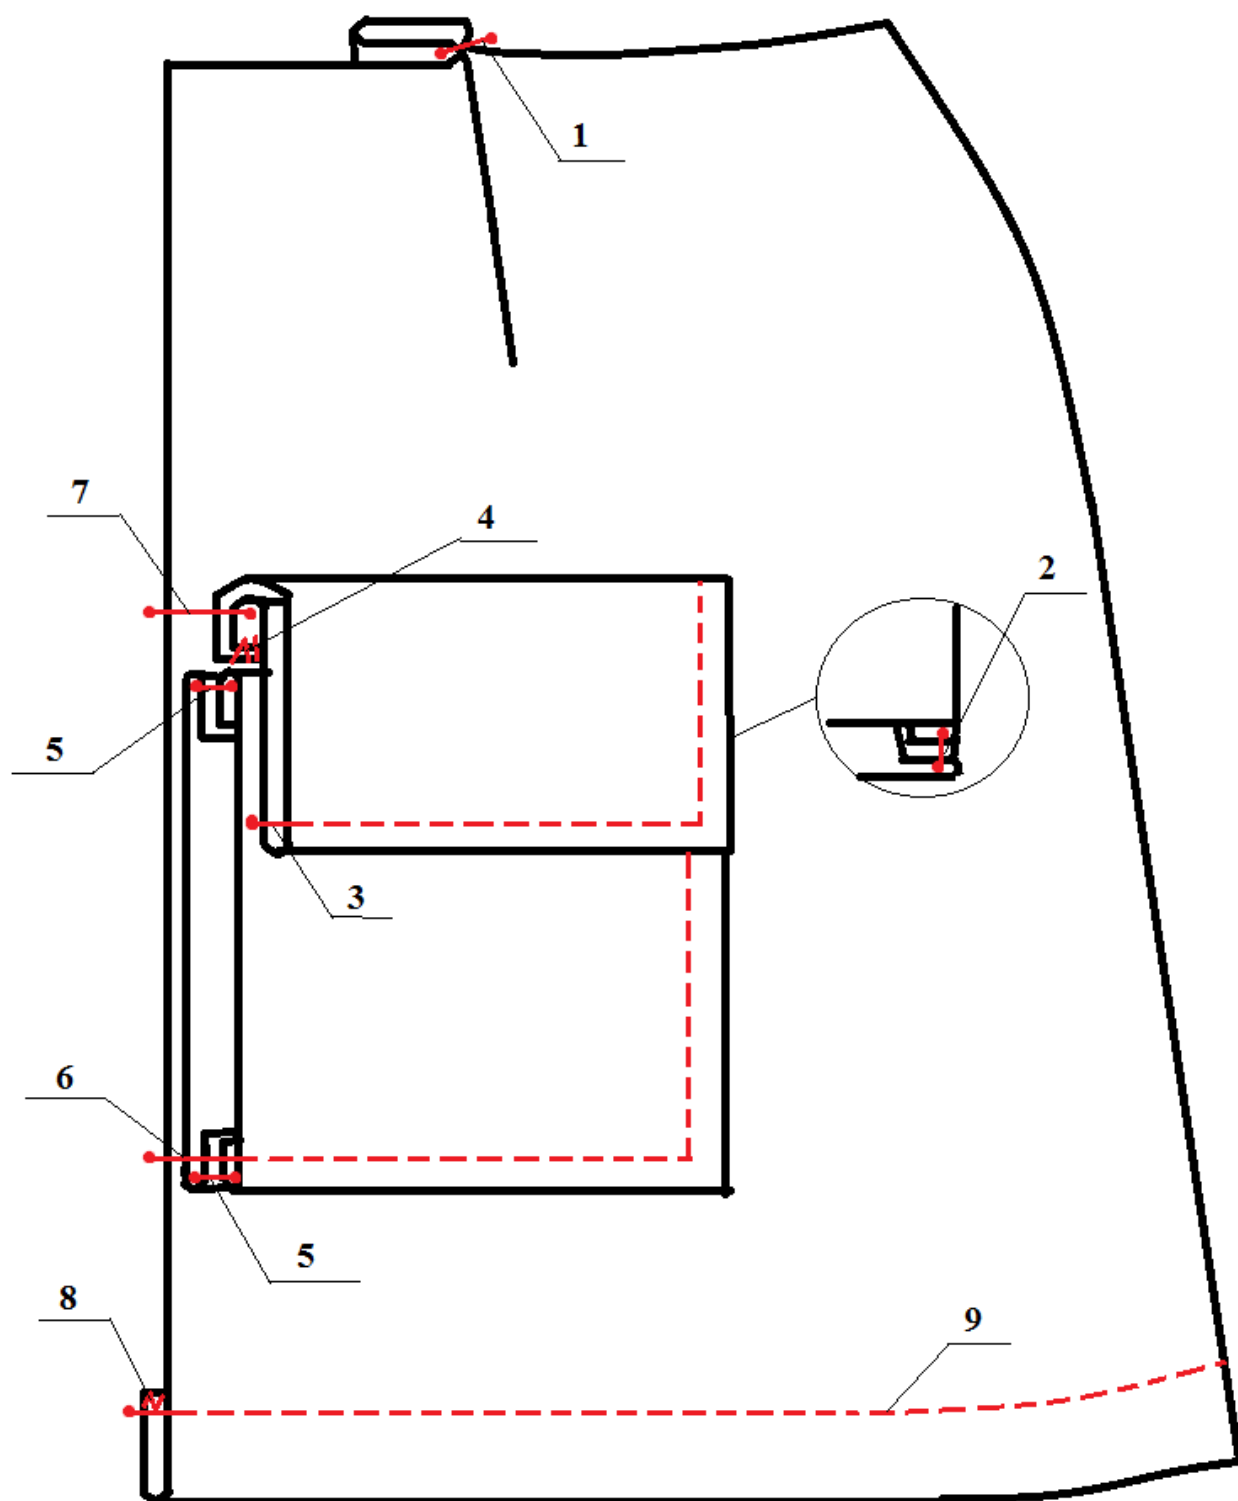

Рисунок 2 – Схема обработки переднего полотнища юбки
2) При пошиве можете воспользоваться рекомендованной технологической последовательностью изготовления, приведенной ниже (стр. 7), а также схемой обработки (стр. 8, рис. 2), или применить свой метод изготовления, не ухудшающий качество и полностью соответствующий заданному внешнему виду фрагмента модели женской юбки.
1. Стачать вытачку на переднем полотнище, начиная строчку от срезов и сводя ее к вершине вытачки «на нет» (строчка 1 на рис. 2)
3. Клапан перегнуть вдоль пополам лицевой стороной внутрь и обтачать короткие срезы (строчка 2 на рис. 2). Припуски на уголках срезать. Клапан вывернуть, шов выправить и приутюжить.
4. Короткие и продольный край клапана отстрочить швом шириной 0,5 см (строчка 3 на рис. 2).
5. Открытые края клапана обметать (строчка 4 на рис. 2). Клапан приутюжить.
6. Карман обтачать подкладом, оставляя в шве обтачивания верхнего среза открытый участок длиной 3-4 см для выворачивания (строчка 5 на рис. 2). Уголки срезать наискосок. Карман вывернуть, шов выправить, выметать. Открытый участок подшить потайными стежками. Карман приутюжить.
7. Карман настрочить на лицевую сторону переднего полотнища, учитывая его расположение согласно эскизу (строчка 6 на рис. 2). Ширина шва настрачивания кармана 0,5 см. В начале и конце строчки обязательно сделать закрепки. Приутюжить.
8. Клапан наложить внешней стороной на лицевую сторону полотнища юбки (клапан направлен вверх), совместить обметанные срезы клапана с верхним краем кармана. Клапан притачать (строчка 7 на рис. 2).
10. Обметать нижний срез переднего полотнища (строчка 8 на рис. 2).
11. Застрочить нижний срез переднего полотнища (строчка 9 на рис. 2).